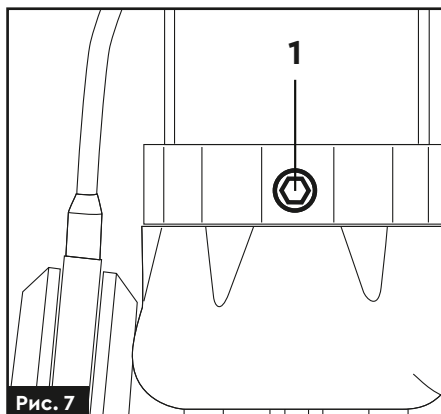

Рис. 7
- » Перевірте рівень оливи у оливній камері, яка розташована у нижній частині двигуна. Пробка для контролю та заливу оливи (1) (рис. 7) також розташована у нижній частині двигуна насоса.